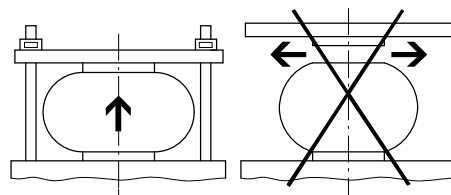

Fig. 2
- Stellen Sie sicher, dass der Balgzylinder die maximale Höhe  $h_{\max}$  nicht überschreitet. Beispiel Fig. 2.